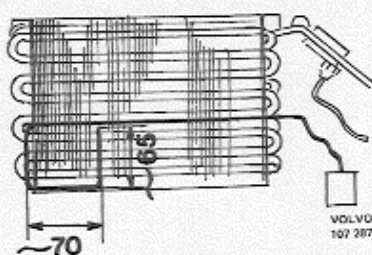

Abb. 8-44 Anbringung des Fühlkörpers zwischen den Klimator-Kühlrippen
6. Fühlkörper des neuen Thermostaten nach Maßgabe von Abb. 8-44 zu einer Schlinge zurechtbiegen und zwischen den Kühlrippen des Klimators eindrücken. Beim Biegen des Fühlkörpers ist es wichtig, daß scharfe Knicks vermieden werden.